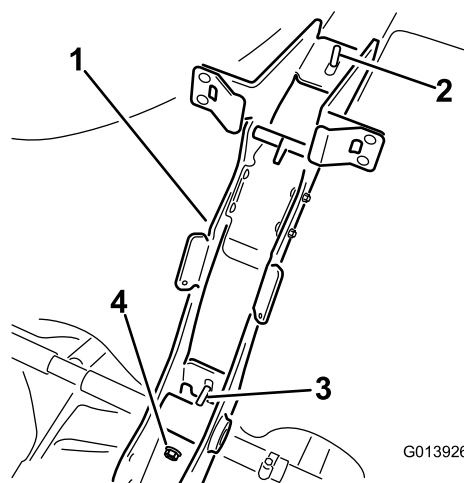

Figure 7
4. Placez un contre-écrou sur le boulon exposé inférieur qui traverse le cadre pour le fixer à la sangle de la cuve (Figure 7).